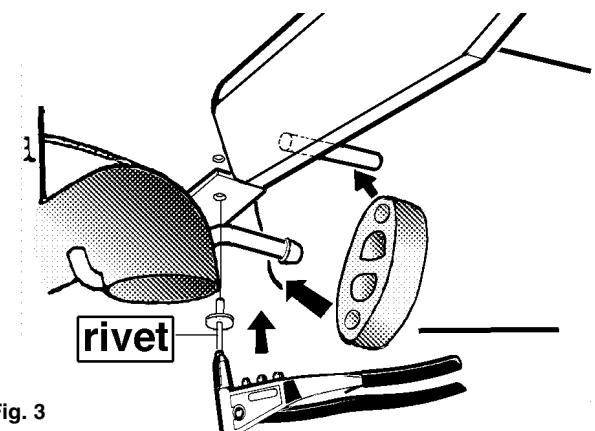

Fig. 3
- Plaats de trekhaak onder het voertuig en bevestig links t.p.v. de punten A twee bouten M12x40 inclusief veerringen. Bevestig t.p.v. punt B één bout M12x40 inclusief veerring en contra E. Bevestig rechts t.p.v. de punten C twee bouten M12x40 inclusief sluit-, en veerringen. Bevestig t.p.v. punt D één bout M12x40 inclusief sluit-, veerring en contra E. Zet het hitteschield d.m.v. de meegeleverde popnagel overeenkomstig fig.3 vast. Boor hiertoe het bestaande gat in het hitteschield ø5.5mm via de onderzijde in het chassis. Hang de uitlaat in het uitaatrubber welke is bevestigd aan de trekhaak. Herplaats de bumper. Denk om de bedrading!. Zet de bumper vast m.b.v. de meegeleverde popnagels en losgeldringen.
- Hak holowniczy położu pod pojazdem i przyjmocuj z lewej strony w punktach A przy pomocy dwóch śrub M12x40, wraz z podkukadkami sprząstymi. W punkcie B przykrój śrubę M12x40 wraz z podkukadkiem sprząstym i przeciwnakrótka E. Z prawej strony w punktach C umieść dwie śrubę M12x40 wraz z podkukadkami sprząstymi. W punkcie D przyjmocuj śrubę M12x40 wraz z pierścieniem, pierścieniem sprząstym oraz przeciwnakrótka E. Przymocuj osłonę termiczną przy pomocy załączonego nitu drążonego, zgodnie z rys. 3. W tym
- Die Anhängervorrichtung unter dem Fahrzeug anlegen und links bei den Punkten A zwei M12x40-Schrauben einschließlich Federringen anbringen. Bei Punkt B eine M12x40-Schraube einschließlich Federring und Gegenplatte E befestigen. Rechts bei den Punkten C zwei M12x40-Schrauben einschließlich Unterlegscheiben und Federringen montieren. Bei Punkt D eine M12x40-Schraube einschließlich Unterlegscheibe, Federring und Gegenplatte E anbringen. Das Hitzeschild mit Hilfe der mitgelieferten Hohlniete gemäß Abbildung 3 befestigen. Dazu das vor-